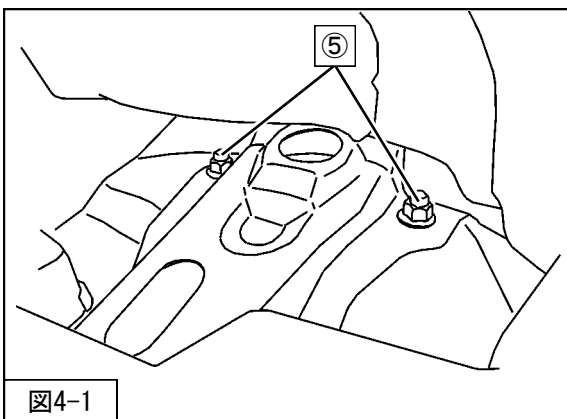

図4-1
⑤リアサスペンションASSYアッパー取付ナットを車両に取付けてください。（図4-1）